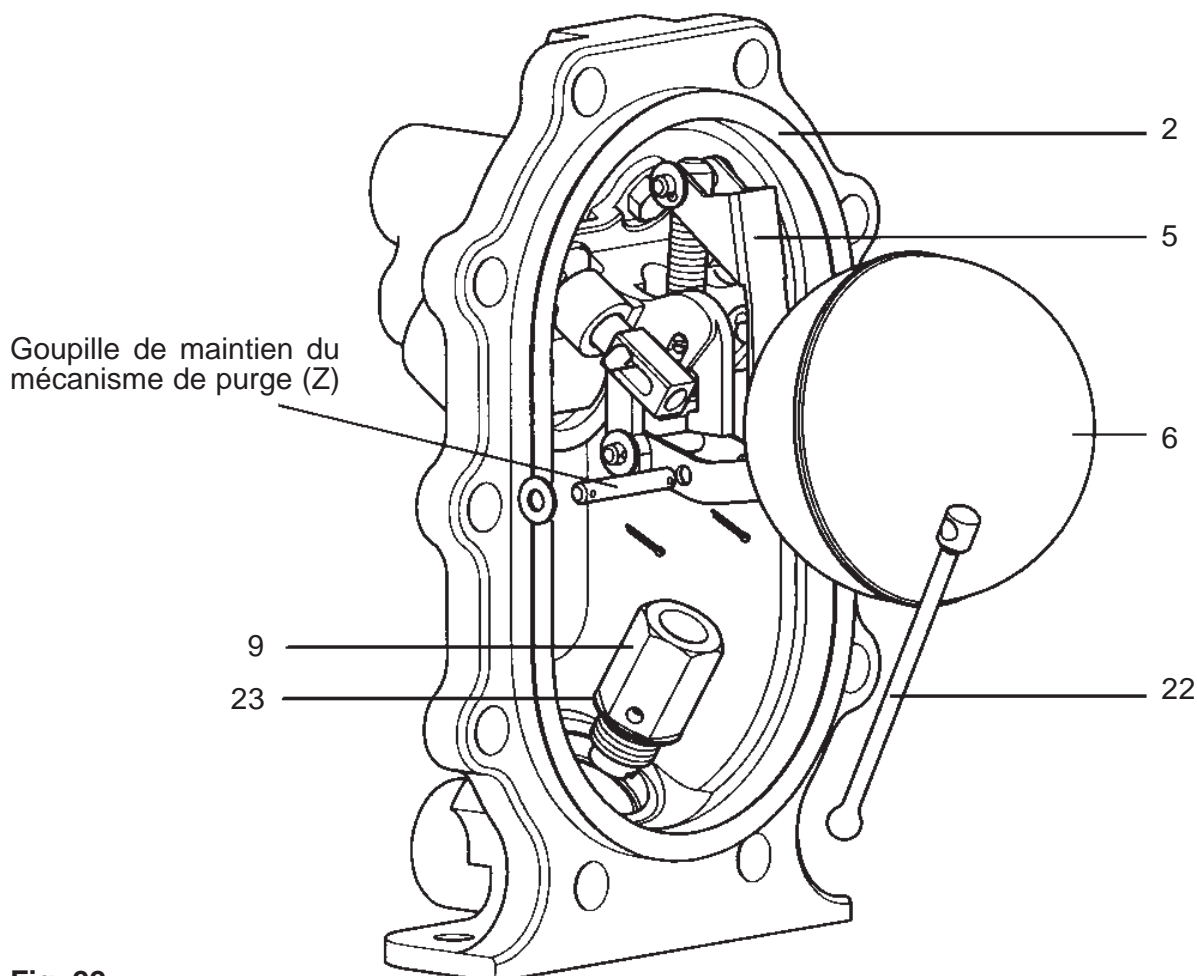

Fig. 22
4. Retirer la goupille fendue, la rondelle et l'axe du pivot (V) (voir fig. 22).
13. Remonter la tige de clapet et la goupille de maintien du mécanisme de purge (Z) (longueur 40 mm), (sans oublier d'utiliser de nouvelles goupilles et rondelles) au levier du flotteur (rep. 5).